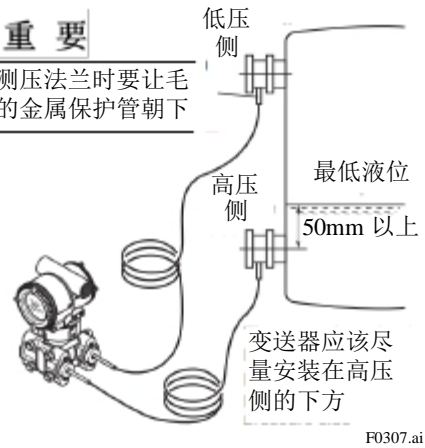

图 3.7 液灌隔膜密封安装
- 进行液灌的液位测量时，最低液位（零点）应设定在距高压侧膜片密封部中心 50mm 以上的地方（见图 3.7）